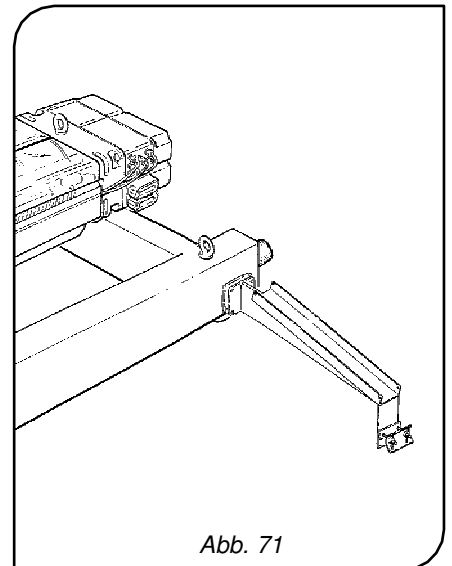

Abb. 71
2. Bei E-Zügen DRH mit Laufkatze montieren Sie nun den Kabelmitnehmer (Abb. 71).